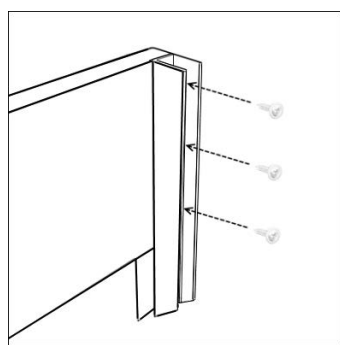

Рис. 2
2. К торцевому борту (0,75м) саморезами прикрутить угловой элемент как указано на схеме. (рис. 2)